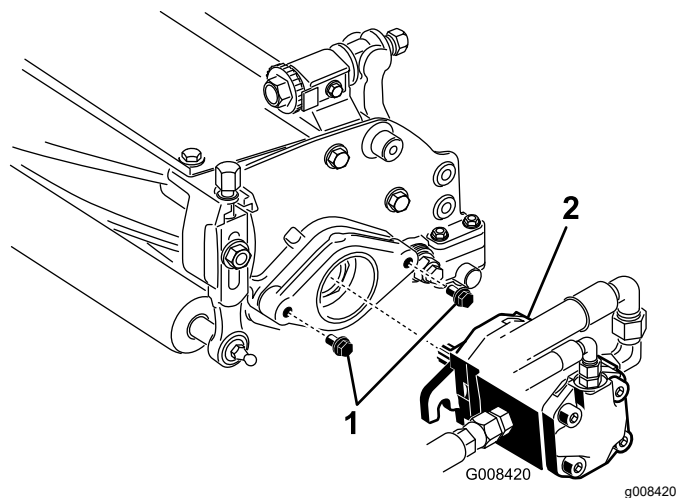

Figura 8
7. Assicuratevi che su ciascun bullone di montaggio del motore principale del cilindro sporgano circa 13 mm di filettatura (Figura 8).
8. Spalmate grasso pulito sull'albero scanalato del motore e montate il motore ruotandolo in senso orario in modo che le relative flange non tocchino i prigionieri. Ruotate il motore in senso antiorario, finché le flange non circondano i prigionieri (Figura 8).
9. Serrate i bulloni di fissaggio (Figura 8).